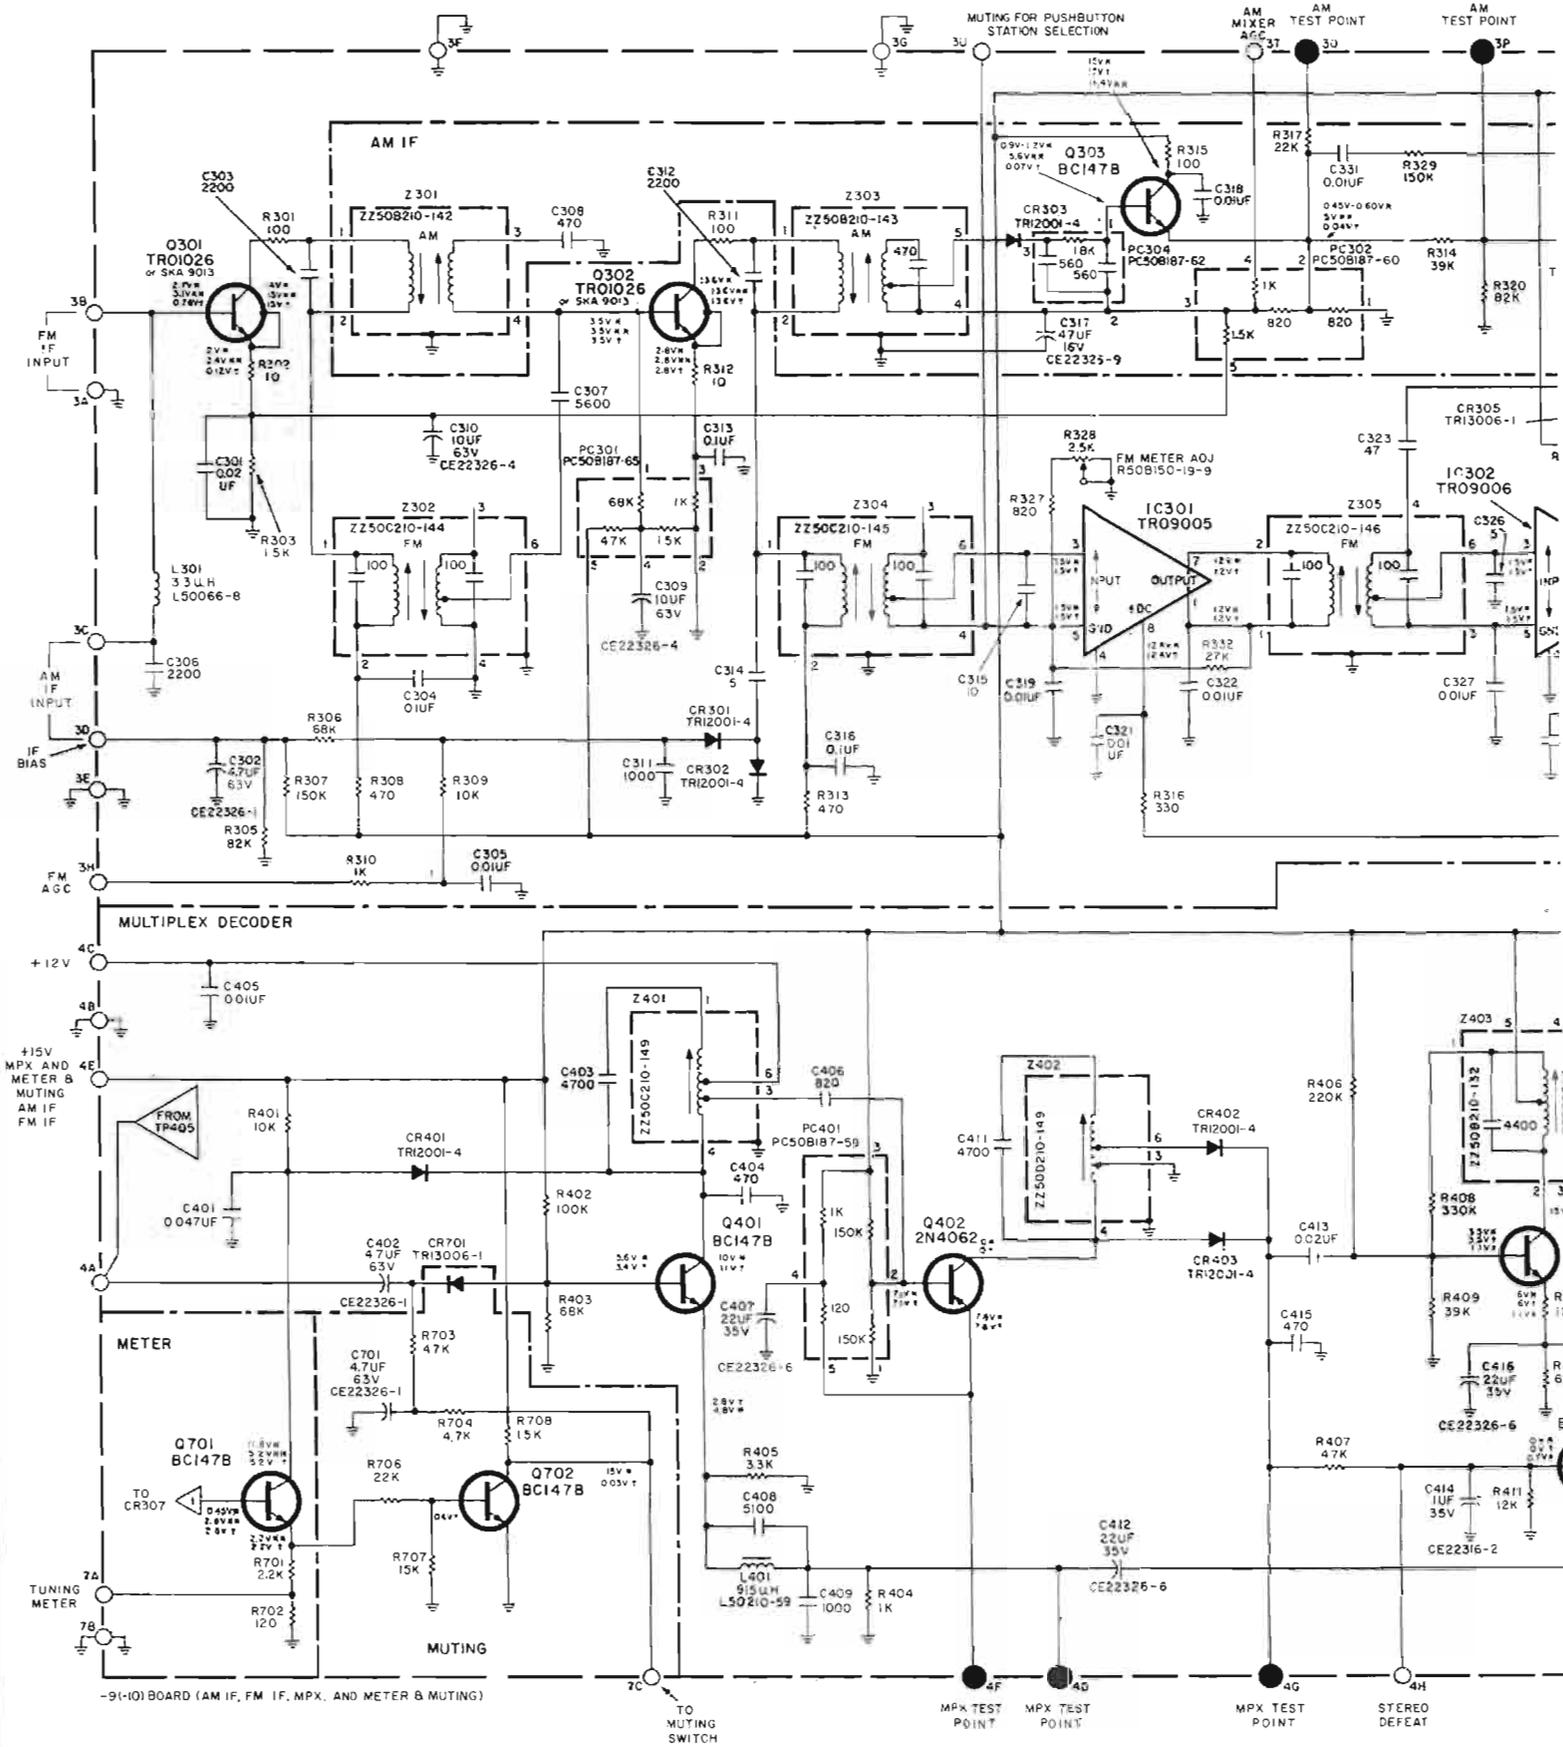

Fig. 3
c) L'amplificateur FI/AM/FM (Fig. 3).
d) Le décodeur stéréophonique (Fig. 3).